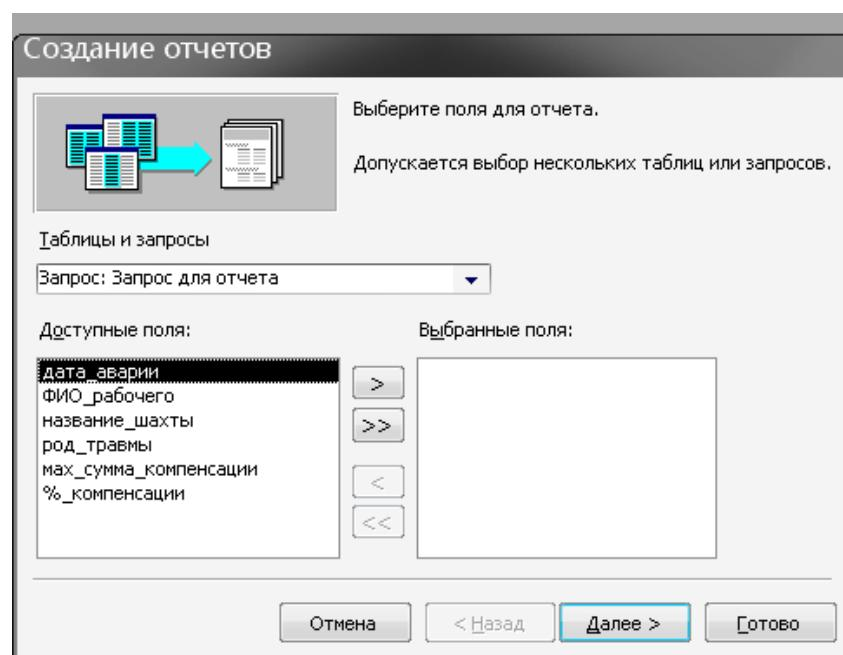

Рис. 2.21
3. З'явиться вікно (рис. 2.21), у якому випливає всі потрібні доступні поля базового запиту перемістити з області "Доступные поля" в область "Выбранные поля" аналогічно тому, як це здійснюється для створення форм, а потім кладнути по кнопці **Далее >**.